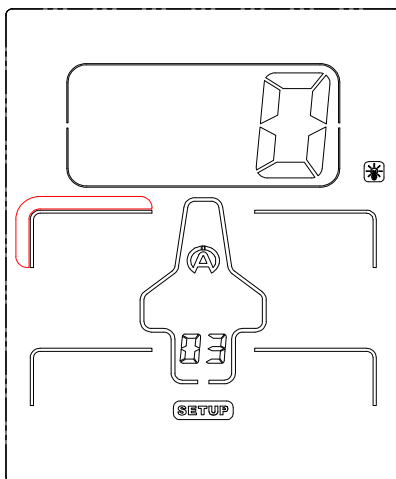

Figura 13
- 2) Por predefinição o pneu frontal esquerdo aparece a piscar (*figura 13*)